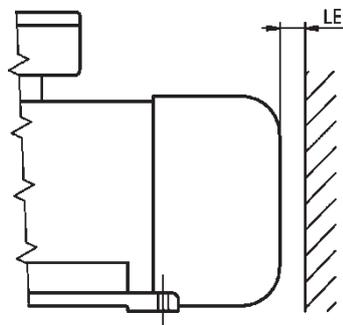

Figura 2: Distanza minima di un ostacolo dall'apertura di ingresso aria
Non ostacolare l'ingresso e l'uscita dell'aria dalla calotta del ventilatore, diversamente il riscaldamento interno può salire oltre la classe di temperatura permessa, abbreviando la durata dell'isolamento dell'avvolgimento (→ Figura 2 e → Tabella 2).
Tabella 2: Distanza minima (LE) di un ostacolo dall'apertura di ingresso aria, → Figura 2